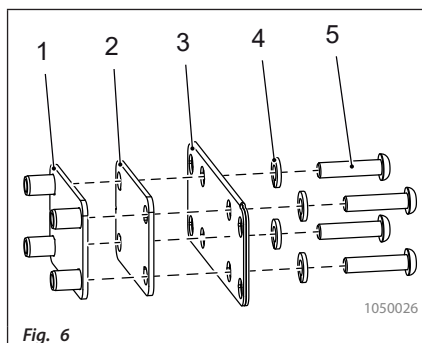

Fig. 6
- Legen Sie das hintere Druckblech (Fig. 6/1), das Trägerblech (Fig. 6/2) sowie das vordere Druckblech (Fig. 6/3) mit den Bohrungen übereinander.
- Setzen Sie eine Scheibe (Fig. 6/4) auf eine Schraube (Fig. 6/5), führen Sie die Schraube ein und drehen Sie diese in die entsprechende Blindnietmutter des hinteren Druckblechs ein.
3. Fädeln Sie das freie Ende des Gurts nach oben zwischen dem vorderen Druckblech (Fig. 6/2) und dem Trägerblech (Fig. 6/3) und anschließend von oben zwischen Trägerblech und dem hinteren Druckblech (Fig. 6/1) ein.
5. Ziehen Sie die vier Schrauben (Fig. 6/5) mit einem Drehmoment von 10 Nm fest.